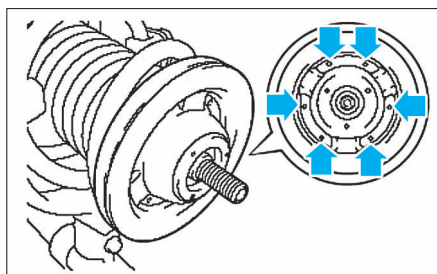

FIG. 12
- reposer la coupelle (4) de sorte que les 6 lumières du protecteur de la tige d'amortisseur (5) soient alignées (Fig.12).